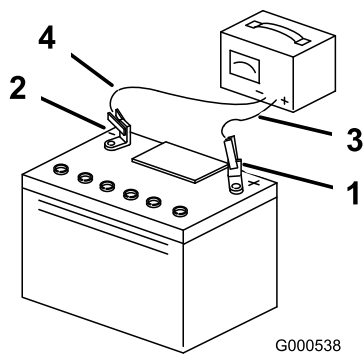

Bild 54
3. Ziehen Sie den Stecker des Ladegeräts aus der Steckdose, wenn die Batterie ganz aufgeladen ist. Klemmen Sie dann die Klemmen des Ladegeräts von den Batteriepolen ab (Bild 54).